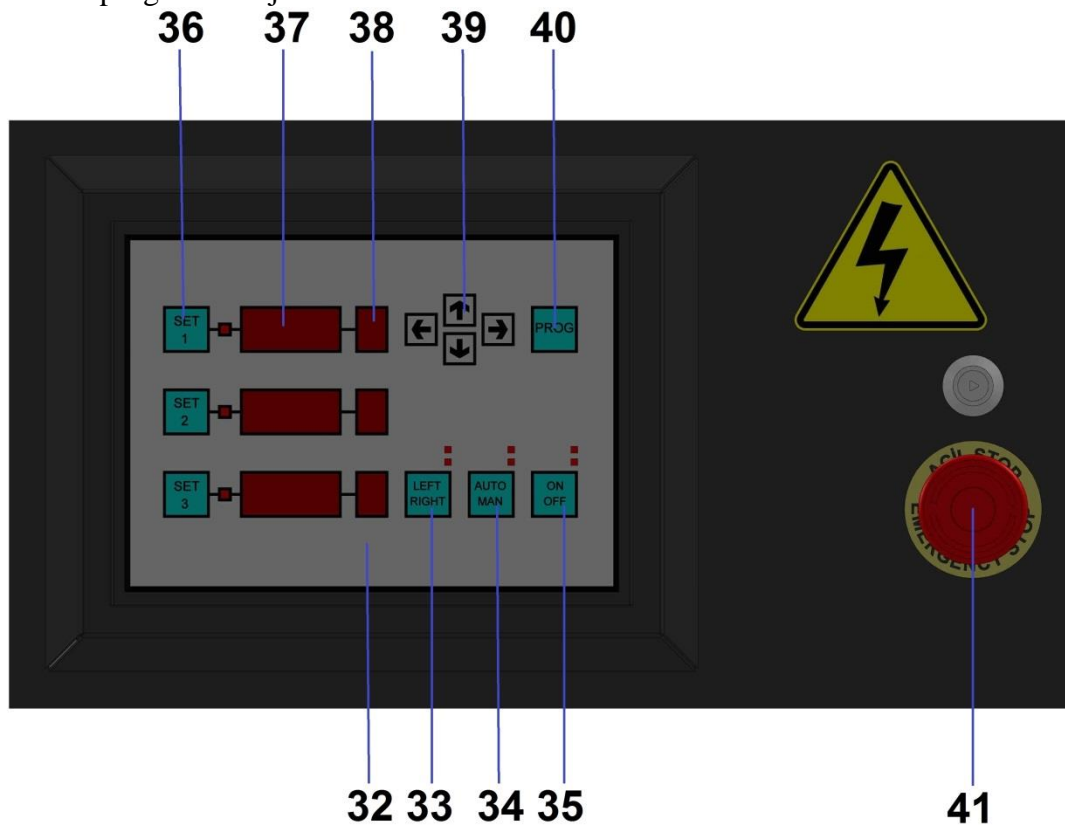

Figure 6: Boutons de commande de la machine numérique 380V
- Appuyez sur le bouton **SET** sur le panneau de commande, puis sur le bouton **PROG**, et entrez les données souhaitées. Utilisez les flèches **UP** et **DOWN** (Figure 6 N° 39) pour entrer l'angle souhaité dans l'indicateur d'angle (Figure 6 N° 37). Appuyez sur la flèche droite pour passer à l'indicateur d'unité (Figure 6 N° 38) et entrez l'unité souhaitée. Une fois les données d'angle et d'unité saisies, appuyez sur la flèche vers le bas pour passer à la ligne SET. Entrez les données dans la ligne SET et enregistrez-les en appuyant sur le bouton **PROG**. Un maximum de 9 valeurs peut être entré pour chaque indicateur de ligne SET.
- Une fois l'ajustement terminé, placez le bouton **MAN-AUTO** (Figure 6 N° 34) en position **AUTO** et commencez le cintrage en série.